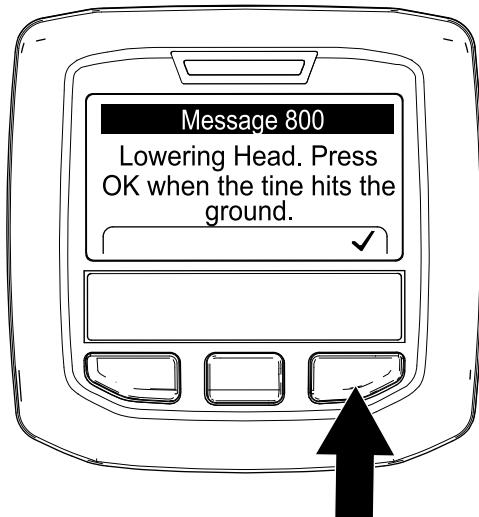

Рисунок 69
- Когда какой-либо зуб коснется земли, нажмите правую кнопку инфо-центра на экране Lowering Head (Опускание вала аэратора) (Рисунок 69).